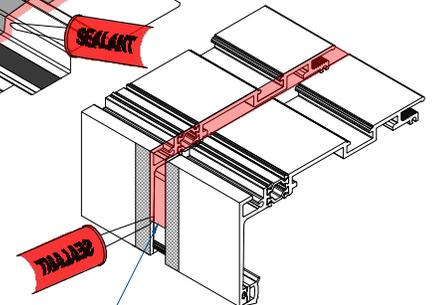

FIG. 5
- Appliquez un joint sur la face extérieure et intérieure du récepteur. **Voir Fig. 5.**